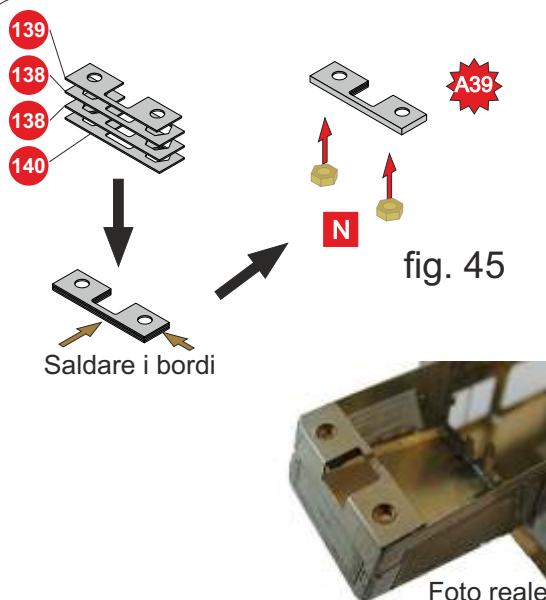
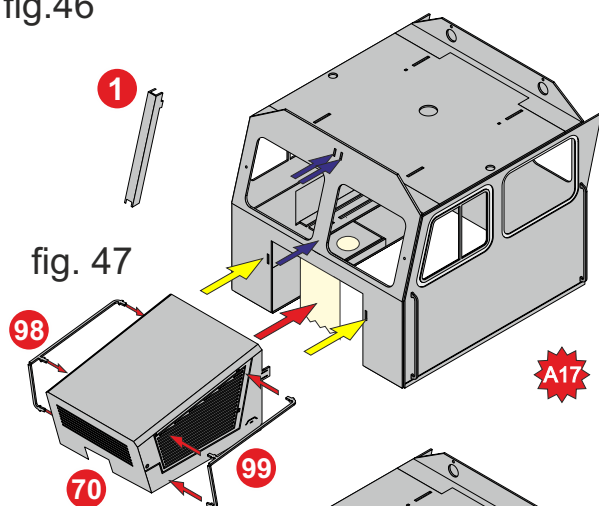

fig. 45
fig. 47
**21)** La preparazione del vano motore inizia con la preparazione del pezzo gruppo A39 figura 45 ottenuto sovrapponendo nell'ordine pezzi n° 140 n° 138 e 139 nell'ordine e quantità indicate in fig 45. Fissare il gruppo con delle saldature lungo i bordi. Inserire i due bulloncini [N] nei vani esagonali creati nel pezzo A39 e posizionarlo sopra il pezzo n° 70 allineandolo con i fori indicati dalle frecce verdi figura 46. Bloccare il pezzo A39 e 70 con una saldature sempre lungo i bordi. Proseguire con la piegatura a 90 gradi dei due lembi della parte anteriore (frecce blu figura 46), per la piegatura delle linee indicate con le frecce rosse si dovrà invece procedere con un'angolazione inferiore seguendo il profilo della parte anteriore indicato dalla freccia gialla. Chiudere infine il cofano seguendo le frecce arancio. Una volta assemblato e saldato il pezzo unirlo alla cabina facendo corrispondere i due fori appositamente predisposti (frecce gialle figura 47). Saldare infine le due parti ed inserire i mancorrenti n°98 n°99. Piegare a U la barra n°1 inserirla nei fori tra i due finestrini anteriori (frecce blu fig 47). Il gruppo così ottenuto A17 e pronto per la verniciatura color giallo mais.